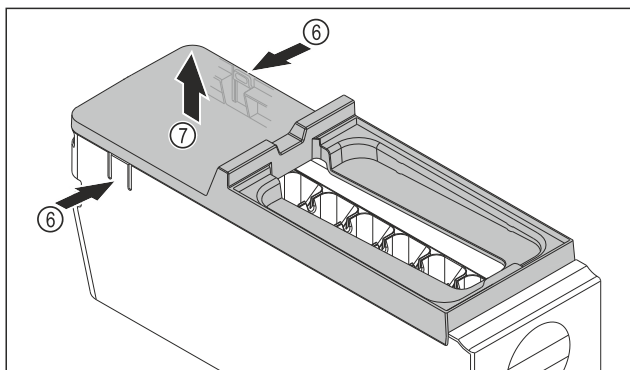

Fig. 111
- Vegye le az EasyTwist-Ice egység testének fedelét: Nyomja meg az egyik kezével a füleket Fig. 111 (6) az EasyTwist-Ice egység testének mindkét oldalán.
- Vegye ki a fedelet Fig. 111 (7) a másik kezével felfelé.